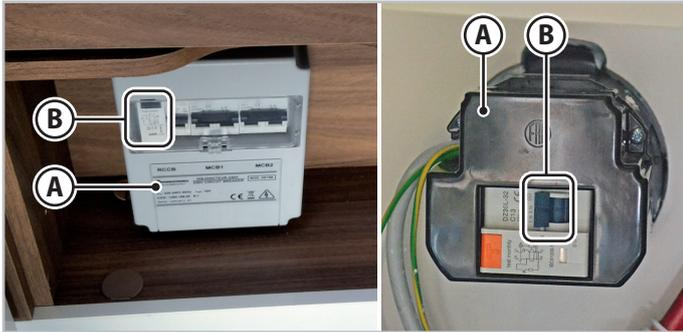

Abb. 6.32 - Schalttafel
Die 220-V-Schalttafel (A - Abb. 6.32) des Fahrzeugs ist durch einen zweipoligen Fehlerstromschutzschalter (B - Abb. 6.32) geschützt. Der Anschluss für die Stromversorgung ist dreipolig, wobei der dritte Pol entsprechend den geltenden Vorschriften der Schutzleiter ist.
1. Senken Sie die Hebel (B - Abb. 6.32) des Fehlerstromschutzschalters ab.
5. Drücken Sie die Hebel (B - Abb. 6.32) des Fehlerstromschutzschalters nach oben.